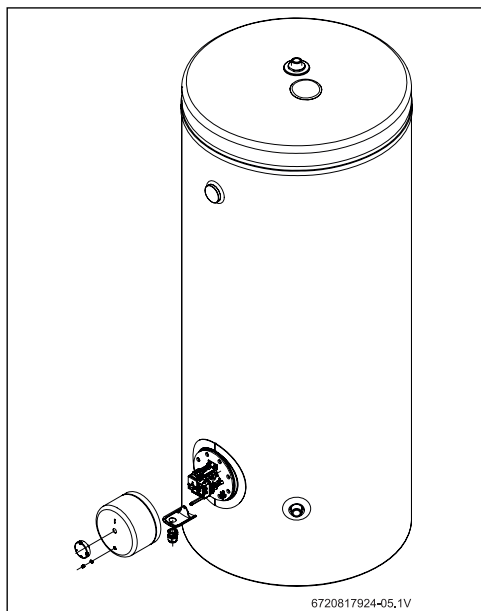

Fig. 11
- ▶ Retirar la tapa de plástico del termo eléctrico y la tapa superior, véase Fig. 11.